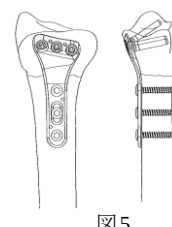

図5
- 5) 全てのスクリュー/ピンを挿入した後、インプラントの状態を正面像及び側面像で確認し、切開した筋膜、皮下、皮膚を縫合して手術を終了します。(図5)